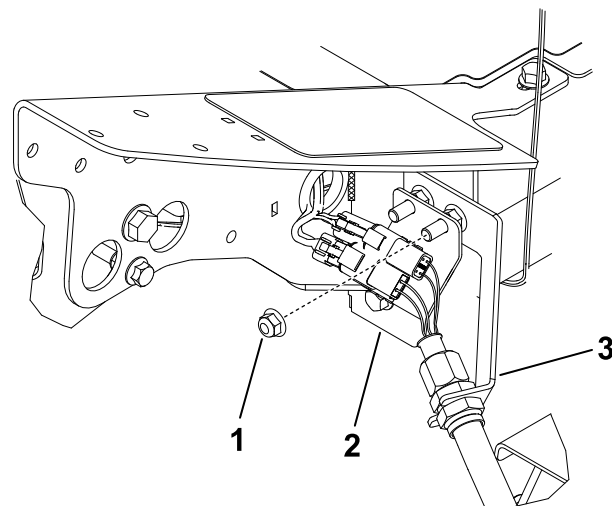

Bild 24
- Entfernen Sie an der linken Vorderkante des Rahmens (Mähwerk Position 4) die zusätzliche Bundmutter an der Schraube, mit der die Schotthalterung an der Maschine befestigt ist (Bild 24).
- Setzen Sie die Anschlussplatte so auf die Befestigungsschrauben des Schotts, dass die Anschlüsse wie in Bild 24 abgebildet positioniert sind.